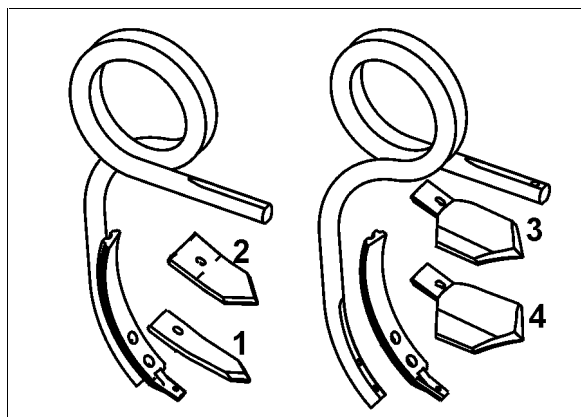

Fig. 15
- o som jordluckringsskär (Fig. 15/1)
- o som stubbskär (Fig. 15/2)
- o som universalskär (Fig. 15/3,4)